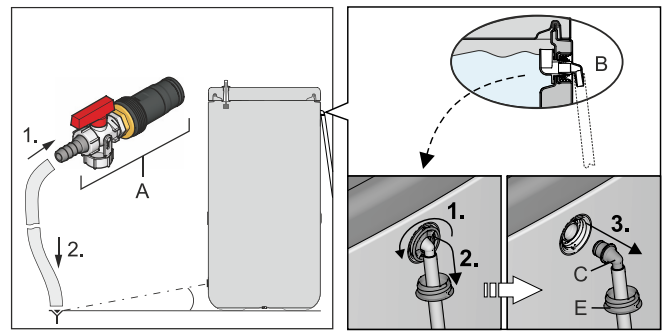
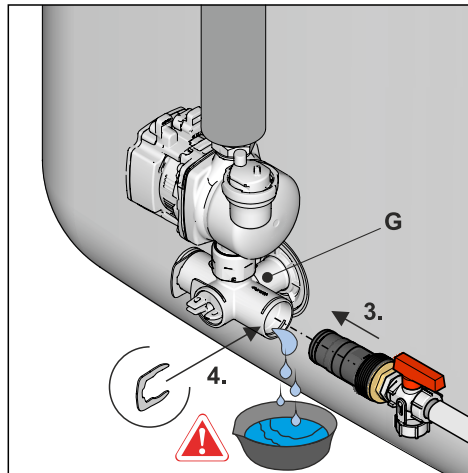

Bild 19-1 Ablaufschlauch montieren; Optional: Anschlussstück vom Sicherheitsüberlauf demontieren
Bild 19-6 KFE-Befüllanschluss in Anschlusswinkel montieren
- 2 Ablaufschlauch an den **KFE-Befüllanschluss (Zubehör KFE BA)** (Bild 19-1, Pos A) anschließen und zu einer mindestens bodentiefen Ablaufstelle verlegen.
Ist kein **KFE-Befüllanschluss** verfügbar, kann alternativ das Anschlussstück (Bild 19-1, Pos. C) vom Sicherheitsüberlauf (Pos. B) demontiert und verwendet werden.
Tab. 19-1 Legende zu Bild 19-1 bis Bild 19-6
- 1 Ventileinsatz am Anschlusswinkel so einstellen, dass der Weg zum Blindstopfen abgesperrt ist (Bild 19-6).
- 2 Geeignete Auffangwanne unterstellen und Blindstopfen vom Anschlusswinkel entfernen (Bild 19-6).
- 3 **KFE-Befüllanschluss** in den Anschlusswinkel einstecken und mit Halteklammer sichern (Bild 19-6).